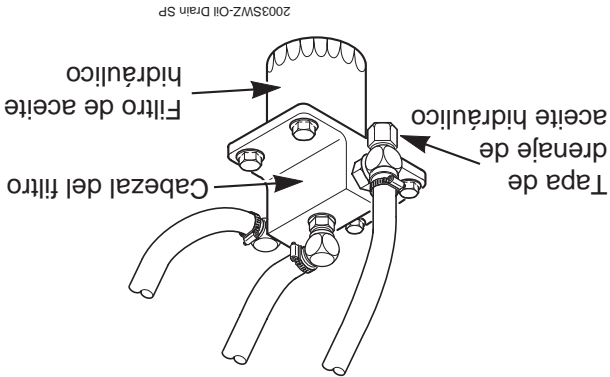

Figura 12. Tapa de drenaje de aceite hidráulico
2. Coloque un recipiente adecuado debajo del drenaje de aceite hidráulico. Quite la tapa del depósito de aceite hidráulico. Retire la tapa de drenaje del accesorio en T ubicado en el cabezal del filtro del sistema hidráulico. (Vea la Figura 12) Permita drenar el fluido en el recipiente y deséchelo apropiadamente.
1. Quite el elemento del filtro de aceite (Figura 12) y deséchelo apropiadamente. Llene el nuevo filtro con aceite limpio de motor e instálelo. Apriételo a mano solamente.